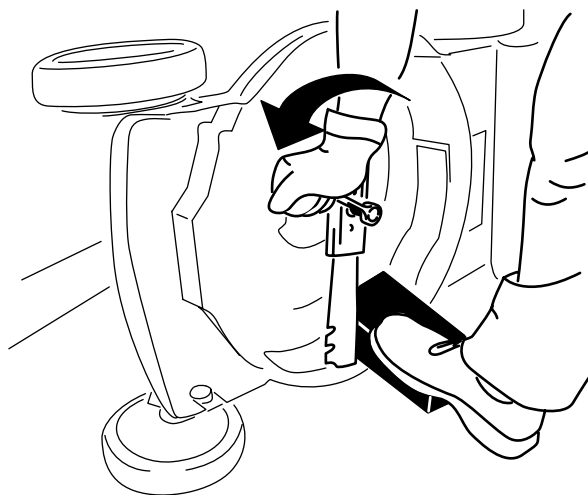

Figura 28
3. Utilize um bloco de madeira para manter a lâmina segura (Figura 28).
4. Retire a lâmina guardando todo o equipamento de montagem (Figura 28).